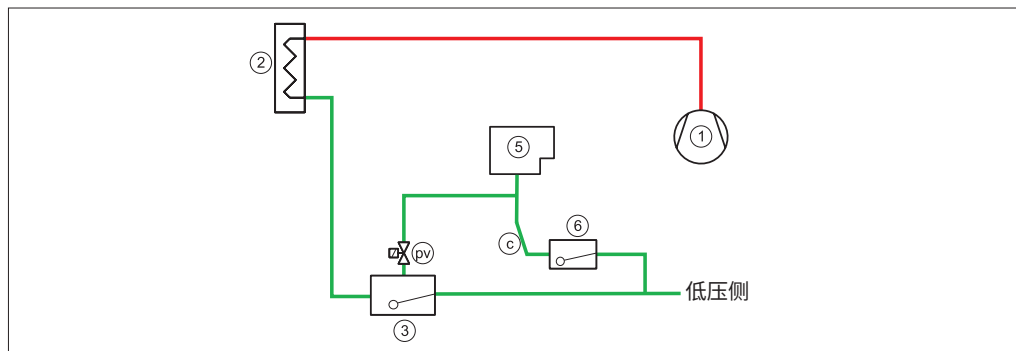

图 8 — 空气分离器的连接 (pv)。排液配管 (c) 必须垂直布置或呈下斜坡布置
对于带有高压液位控制装置的系统，空气将集聚在浮球阀 (3) 中。(参见图 8)。